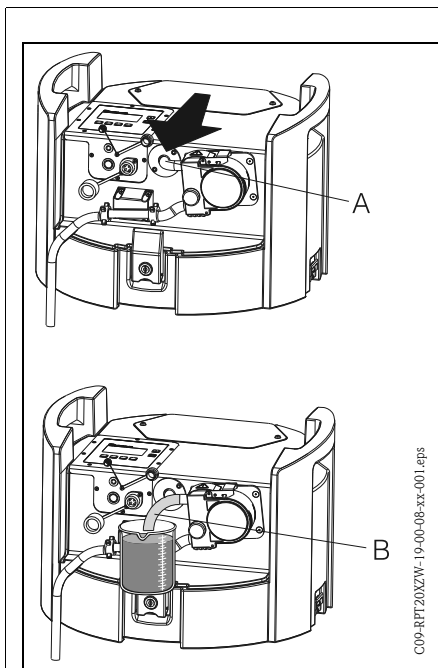

Fig. 12 : Etalonnage du volume prélevé
3. Retirez le tuyau de pompe déjà installé de la traversée de tuyau (→ fig. 12, pos. A) et plongez-le dans le becher gradué (→ fig. 12, pos. B).
13. Passez le tuyau de pompe par la traversée de tuyau jusqu'à la butée (→ fig. 12, pos. A).